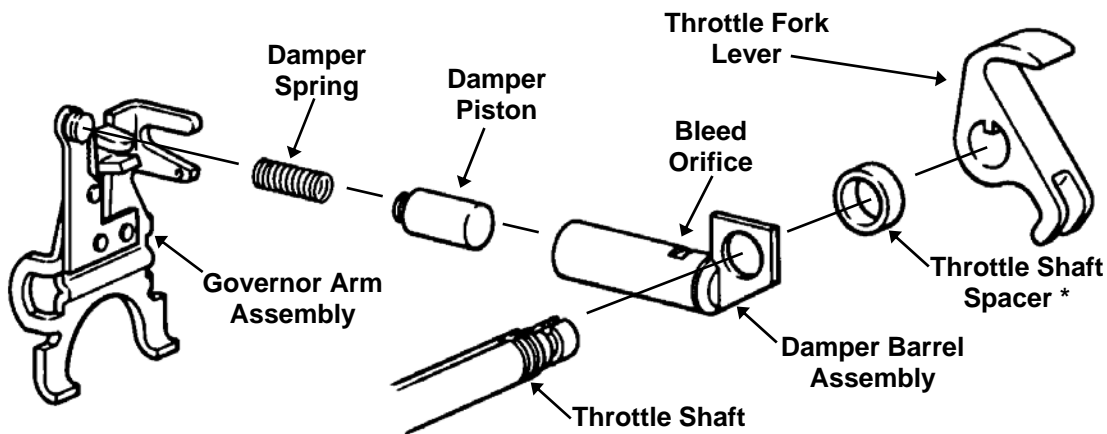

Figure 2
Certaines applications équipées d'un régulateur à regulation variable requièrent un amortisseur. Cet amortisseur prévient tout pompage du moteur et améliore la stabilité en supprimant les oscillations du régulateur. L'amortisseur comprend un ressort, un piston et une chemise percée d'un orifice calibré. Il est fixé sur l'axe d'accélérateur et est relié au bras du régulateur, comme le montre la figure 2.
10. Pour les pompes équipées d'un amortisseur de régulateur, monter la chemise sur le piston et glisser l'axe d'accélérateur à travers la patte de maintien de la chemise, l'enfiler dans l'entretoise puis dans le levier d'accélérateur comme le montre la figure 2. Les pompes avec des bagues d'accélérateur courtes nécessitent la présence d'une entretoise de chaque côté de la patte.